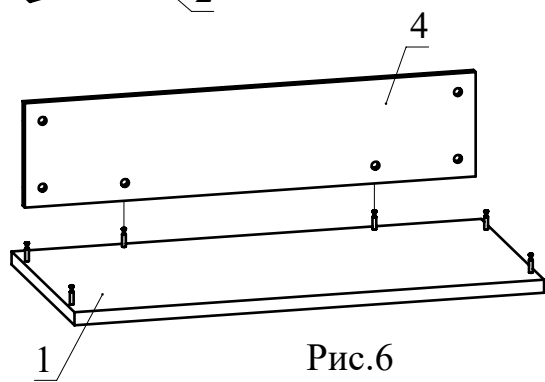

Рис.6
5. Соедините детали 1 и 4, затягивая головки минификсов (Рис. 6).